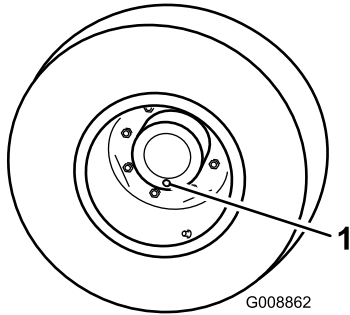

Figura 69
1. Con la máquina en una superficie nivelada, coloque una rueda de manera que uno de los tapones de verificación esté en la posición más baja (posición de las 6) (Figura 69).